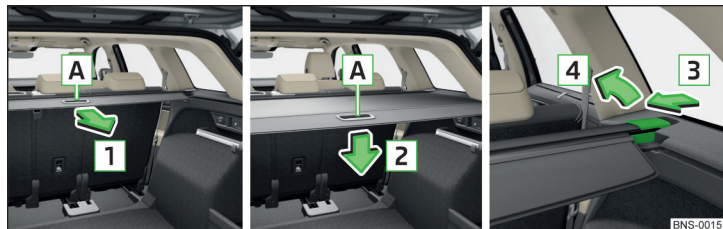

Fig. 147 Cache enroulable : extraction et enroulement / extraction
» fig. 147.
» fig. 147. Le couvre-bagages s'enroule automatiquement. Le cache enroulé de cette manière peut être enlevé.
- › Appuyez sur le côté de la barre transversale dans le sens de la flèche **3** et retirez le couvre-bagages dans le sens de la flèche **4** » fig. 147.